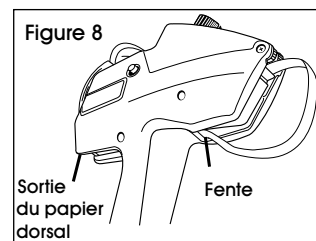

Figure 8
6. Pressez et maintenez la détente enfoncée tout en alimentant la bande d'étiquettes dans la fente en dessous de la flèche, jusqu'à ce qu'elle s'arrête ou atteigne l'arrière. (Voir Figure 8)
7. Maintenez la bande en place et appuyez sur la détente huit fois ou jusqu'à ce que la bande d'étiquettes émerge de la sortie arrière. (Voir Figure 8)